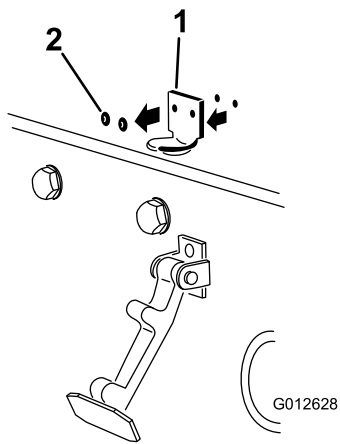

图 5
2. 卸下将机罩门锁支架固定至机罩的 2 个铆钉 (图 5)。从机罩上卸下机罩门锁支架。
3. 对准安装孔的同时将 CE 锁定支架和机罩门锁支架放到机罩上。锁定支架必须紧贴机罩 (图 5)。不要从锁定支架臂卸下螺栓和螺母总成。